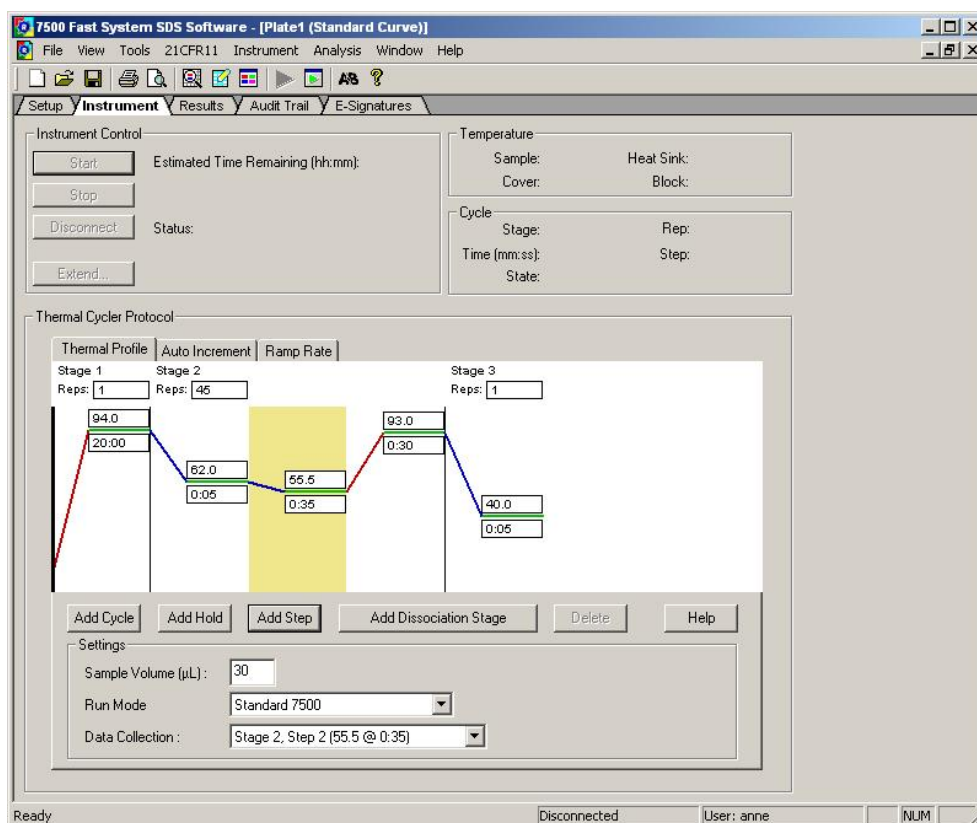

Figura 2: Captura de pantalla del software SDS v1.4 tras crear el programa PCR.
- Comprobar los ajustes del Thermal Cycler Protocol en base a la Tabla 7 (véase la Figura 2).